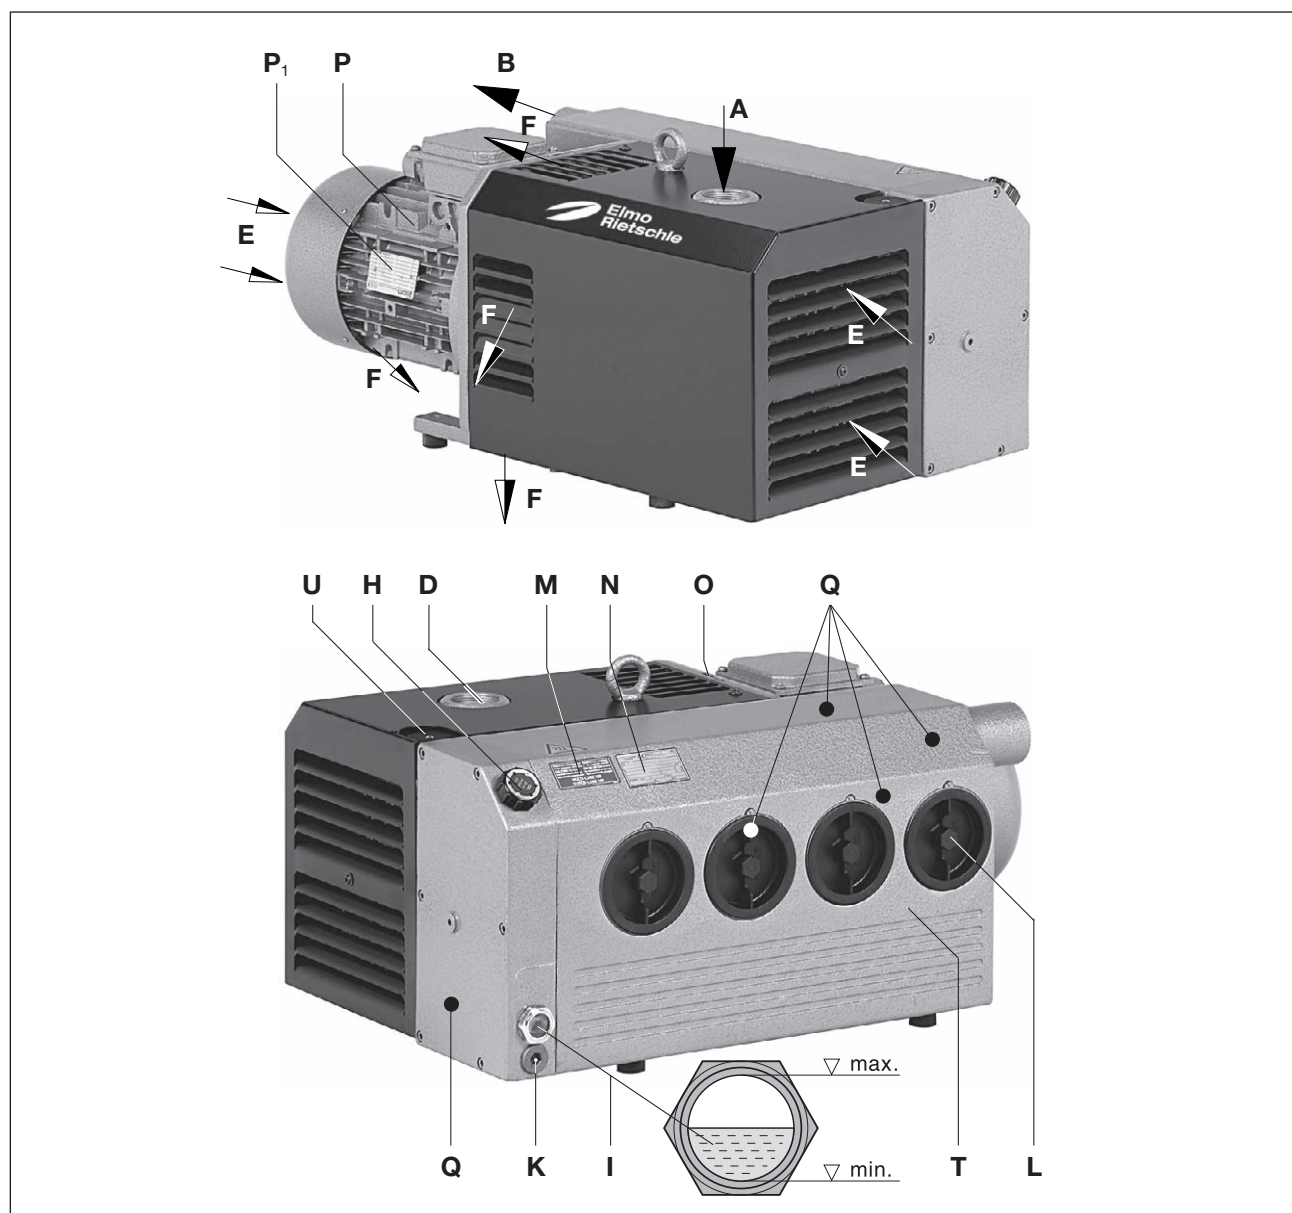

Fig. 2 Pompa per vuoto V-VC 50 - V-VC 150
Una valvola zavorra gas di serie (Fig. 2/U) impedisce la condensazione di vapore acqueo all'interno della pompa calda in caso di aspirazione di quantitativi di vapore esigui. In caso di molto vapore acqueo è possibile prevedere un aumento della zavorra gas (opzione). L'azionamento delle pompe avviene attraverso un giunto attraverso motori trifase a norma flangiati.
Corpo filtro (Fig. 2/D), riempimento olio (Fig. 2/H), finestrella ispezione olio (Fig. 2/I), scarico olio (Fig. 2/K), zavorra gas (Fig. 2/U) e corpo separatore olio (Fig. 2/T) devono essere facilmente accessibili.
Gli ingressi (Fig. 2/E) e le uscite (Fig. 2/F) dell'aria di raffreddamento devono avere una distanza di almeno 30 cm dalle pareti vicine. L'aria di raffreddamento fuoriuscita non deve essere riaspirata. Per i lavori di manutenzione prevedere una distanza di 40 cm intorno alla macchina.
**La chiusura o il restringimento delle aperture di sfiato (Fig. 2/B) può causare lesioni gravi anche mortali!**
**L'apertura dell'aria di scarico (Fig. 2/B) non deve essere chiusa né ristretta.**
- a) Il collegamento del vuoto (Fig. 2/A) si trova sulla flangia aspirazione (Fig. 2/D).
- b) L'aria aspirata può essere soffiata attraverso l'apertura dell'aria di scarico (Fig. 2/B) o eliminata attraverso il tubo ossia la tubatura.
- a) Inserire l'olio lubrificante (tipi adatti vedi cap. "Manutenzione") attraverso l'apertura di riempimento (Fig. 2/H) fino al bordo superiore della finestrella di ispezione (Fig. 2/I).
- a) I dati elettrici del motore sono indicati sulla targhetta dati (Fig. 2/N) o sulla targhetta dati motore (Fig. 2/P1). I motori sono conformi a DIN EN 60034 e sono eseguiti con classe di protezione IP 55 e classe isolamento F. Lo schema di collegamento è situato nella morsettiera del motore (non si applica nella versione con collegamento a spina). I dati del motore devono essere confrontati con quelli della rete di alimentazione usata (tipo corrente, tensione, frequenza di rete, amperaggio ammesso).
Durante il funzionamento, le superfici dei componenti (Fig. 2/Q) possono superari i 70°C. Evitare di toccare le superfici calde (contrassegnate da appositi cartelli)!
- ▷ Il senso di rotazione previsto dell'albero di azionamento è contrassegnato dalla freccia (Fig. 2/O) sulla flangia motore.
- b) Dopo l'eventuale correzione del senso di marcia riavviare il motore e spegnerlo dopo ca. 2 minuti per rabboccare l'olio mancante fino al bordo superiore della finestrella di ispezione (Fig. 2/I). Ripetere il rabboccamento attraverso l'apertura di riempimento (Fig. 2/H) fino a che tutte le tubature dell'olio saranno piene. Non aprire l'apertura di riempimento quando la pompa gira.